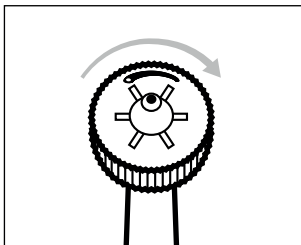

Afb. 4
- ◆ Draai de sproeiregelaar **1** met de vingers tegen de wijzers van de klok in voor een enkele straal, voor gerichte verwijdering van etensresten op moeilijk bereikbare plekken (zie afb. 4 en 5).